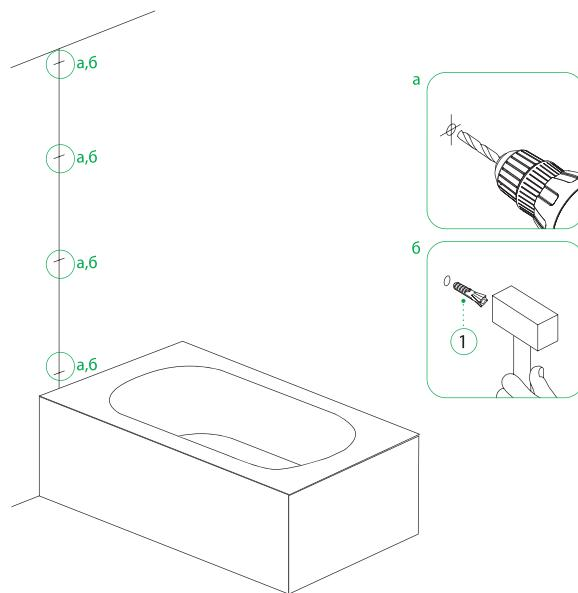

Рис. 5/5-сур.
- Просверлите отверстия (рис. 5-а) и вставьте дюбели (1), как показано на рисунке рис. 5-б. Приложите пристенный профиль (13), предварительно обработанный са-